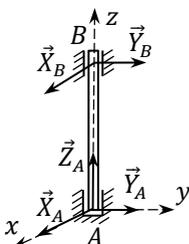

Рис. 9\*
6. Подшипник и подпятник (рис. 9\*).